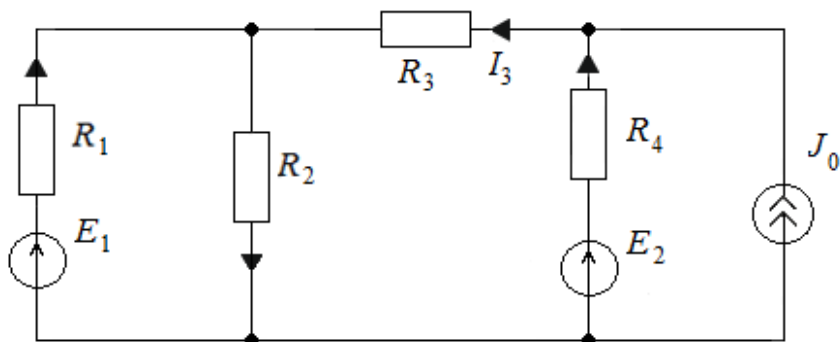

Рис. 145
78. Определить токи в цепи методом преобразования (рис. 145), если $E_1 = 50 \text{ В}$; $E_2 = 20 \text{ В}$; $J_0 = 2 \text{ А}$; $R_1 = 10 \text{ Ом}$; $R_2 = 20 \text{ Ом}$; $R_3 = 10 \text{ Ом}$; $R_4 = 25 \text{ Ом}$.